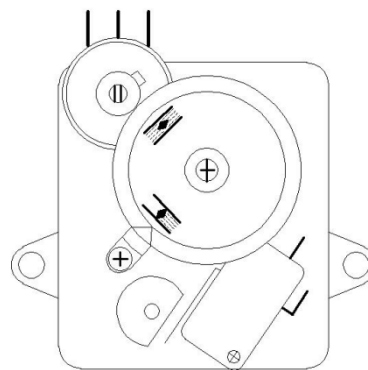

Рис.3 Индикатор открытия
7.3 Регулируемый индикатор открытия (рис. 3): состоит из червячного колеса, регулировочной шестерни, индикаторного диска открытия клапана, кулачка, микровыключателя и потенциометра. При вводе в эксплуатацию на месте регулировочной шестерни можно отрегулировать в требуемое положение в соответствии с числом оборотов для открытия и закрытия клапана и соединить с червячным колесом (количество необходимых оборотов указано на колонне). Когда клапан находится в процессе открытия или закрытия, индикаторный диск поворачивается после замедления, указывая количество открытия/закрытия клапана, а угол указания синхронизируется с величиной открытия/закрытия клапана для индикации положения клапана в дистанционном режиме.